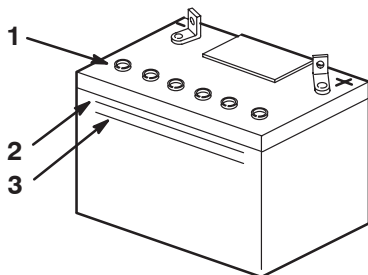

Figure 1
3. Enlevez les bouchons d'aération de la batterie (Fig. 1). Versez de l'électrolyte avec précaution dans chaque élément jusqu'au repère supérieur (Fig. 1) sur le côté de la batterie.
4. Attendez cinq à dix minutes après avoir rempli les éléments. Ajoutez de l'électrolyte au besoin, pour amener le niveau au repère supérieur (Fig. 1) sur le côté de la batterie.